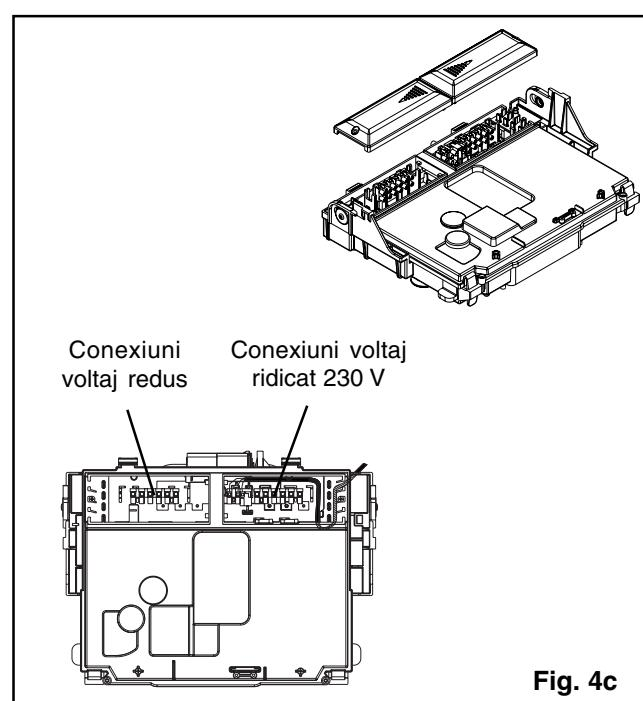

Fig. 4c
- deschideti capacele blocurilor de terminale, impingandule in directia indicata de sageti (fig. 4c).